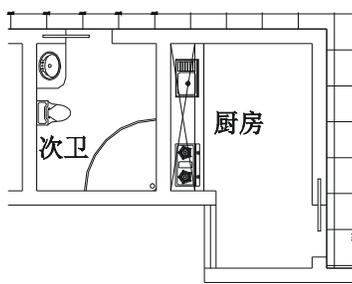

图 6-1-43
**STEP 04** 参照上面调入马桶的方法,将洗手池调入次卫中,如图 6-1-43 所示。